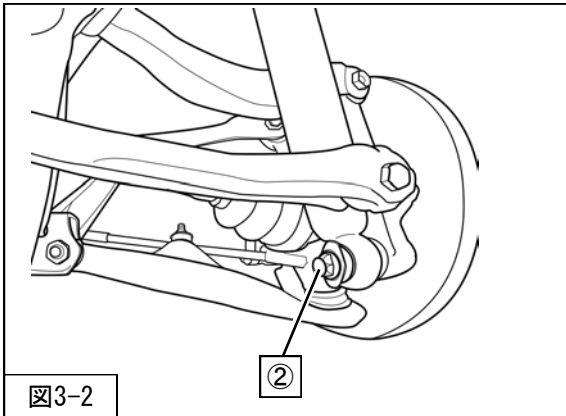

図3-2
4. ②リアサスペンションASSYロア取付ボルトを取外してください。（図3-2）